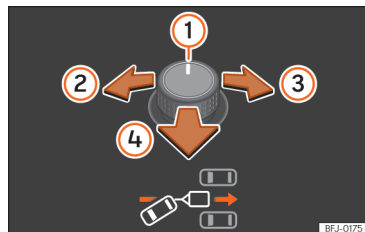
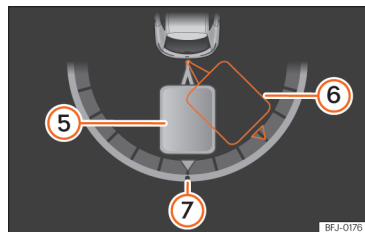

Рис. 152 Регулятор зовнішніх дзеркал: вибір кута причепа.
Рис. 153 Дисплей комбінації приладів: рух заднім ходом.
Пояснення >>> **рис. 152**, >>> **рис. 153**:
- Натискайте регулятор дзеркал у потрібному напрямку >>> **рис. 152**. Відносне положення автомобіля й причепа відображається на дисплеї комбінації приладів >>> **рис. 153**.